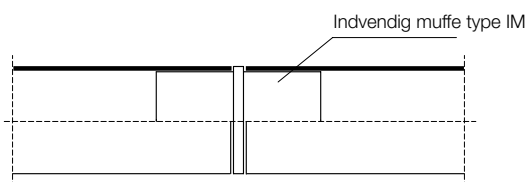
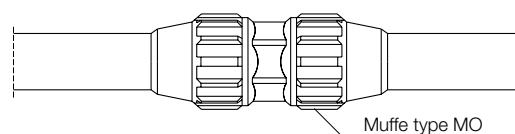

Fig. 10: Samling med indvendig muffe, type IM
Fig. 11: Samling af optorør med muffe af typen MO
2. Samling af glatte rør af type A sker ved hjælp af de faste muffer på rørene. Hvis der anvendes glatte rør af type UM, anvendes de indvendige samlemuffer type IM (fig. 10) eller sandtætte muffer type M. Det er også muligt at samle glatte beskyttelsesrør ved spejlsvejsning eller ved brug af elektromuffer. Rør af typen OPTO samles ved hjælp af muffer af typen MO (fig. 11), MOS eller MOAL.